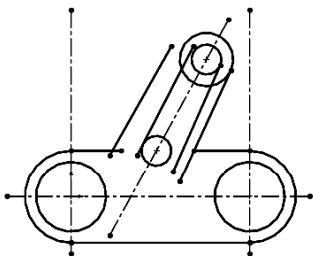

图 2-102 添加相等约束 2
② 步骤同上, 分别使两圆弧和两小圆相等, 结果如图 2-102 所示。